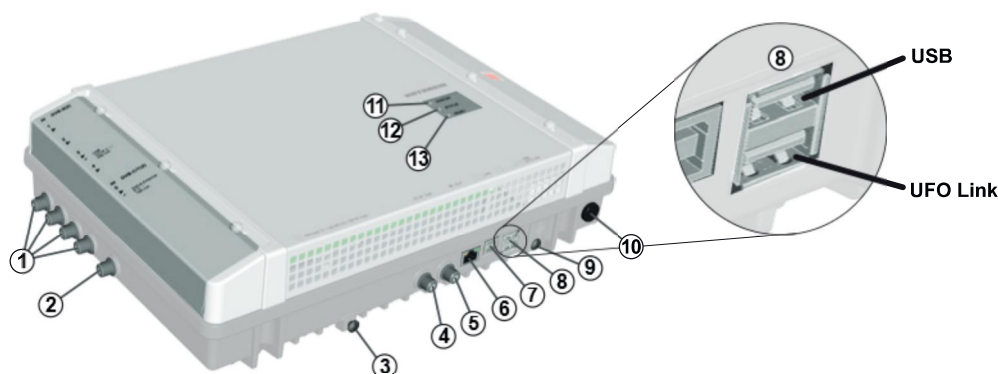

Fig. 1: Éléments constitutifs
1. Raccordez une ligne de compensation du potentiel (Cu,  $\geq 4 \text{ mm}^2$ ) à la vis de mise à la terre ; voir ⑨ sur la Fig. 1, p. 3.